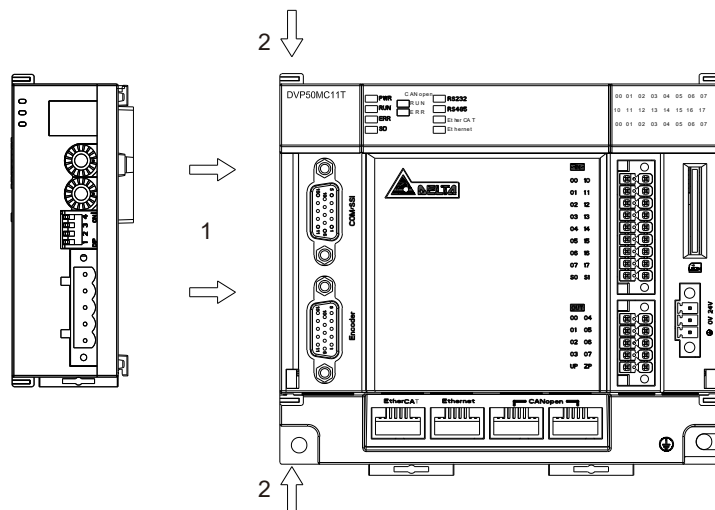

图 5.1.3.1
- 将 DVP-50MC 系列运动控制器左侧上下两端的扩展模块卡口打开，将 DVPDNET-SL 模块沿四角上的导入孔装入，如图 5.1.3.1 步骤 1 所示。
- 压入 DVP-50MC 系列运动控制器上下两端的卡口，卡紧模块以保证接触良好，如图 5.1.3.1 步骤 2 所示。